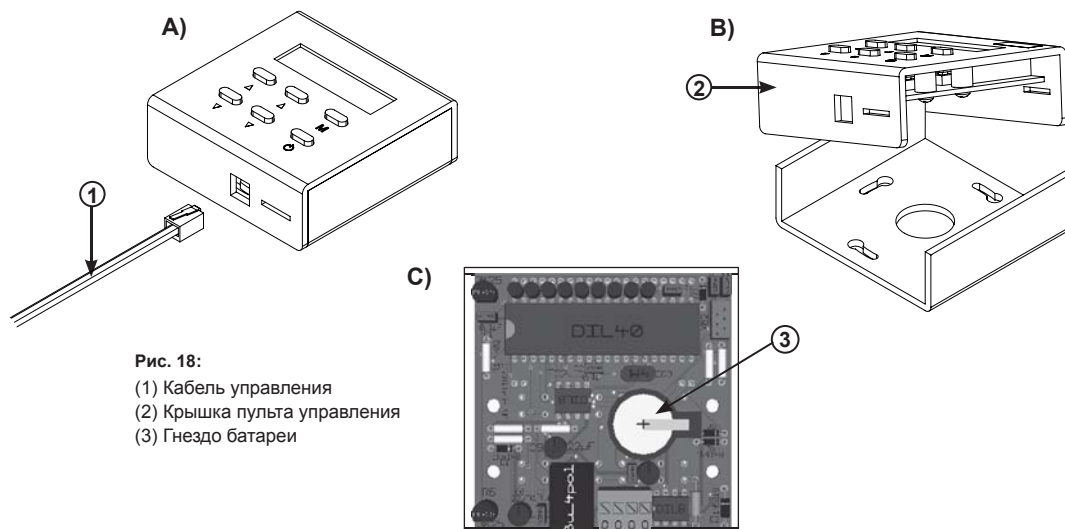

Рис. 18:
- Отсоедините кабель управления (1) от нижнего разъема пульта.
- Снимите крышку (2) пульта управления.
- Гнездо (3) батареи расположено на плате. Удалите батарею и установите новую, как показано на рис. 18 С.